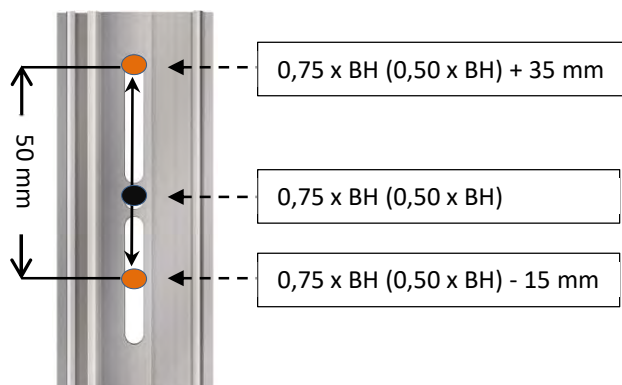
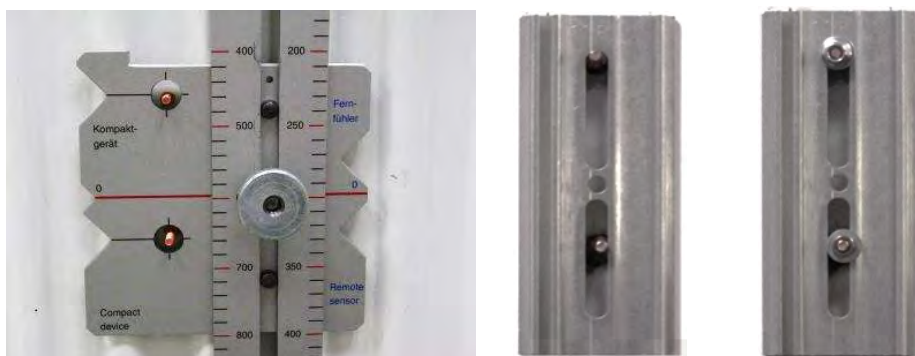

Abbildung 8: Schweißbolzenabstände
Abbildung 9: Abstand Schweißbolzen mit Montagelehre und Befestigung des Alu-Wärmeleiters
Um bereits vor der finalen Befestigung des Alu-Wärmeleiters die korrekte Montageposition zu gewährleisten, wird empfohlen, bei der Schweißmontage den oberen Gewindebolzen in einer Höhe von **0,75 x Bauhöhe (BH) Heizkörper + 35 mm** bzw. bei Bauhöhe kleiner (<) 410 mm in Höhe von **0,50 X Bauhöhe (BH) Heizkörper + 35 mm** nach oben versetzt zu befestigen. Dadurch kann der Alu-Wärmeleiter auf den oberen Schweißbolzen aufgelegt werden (kein Verrutschen!) und hat damit bereits vor der finalen Befestigung mit der Sperrmutter bzw. der Schafmutter die richtige Position (siehe Abbildung 9). Der Bolzenabstand zwischen oberen und unteren Schweißbolzen beträgt **50 mm**. Damit hat der untere Schweißbolzen einen Abstand, bezogen auf die mittlere Zentriermarkierung, von **-15 mm** (siehe Abbildung 8).